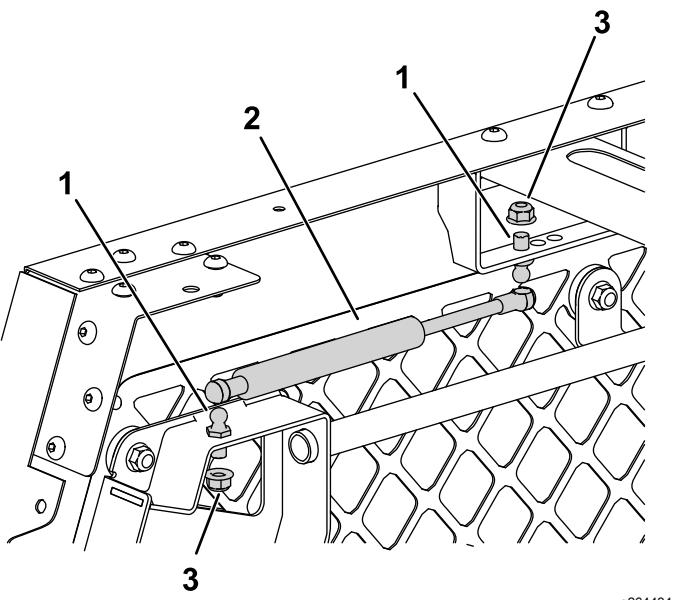

Figura 14
2. Utilize dois pinos esféricos e duas porcas flangeadas (5/16 pol.) em cada lado para prender as molas nos conjuntos da grade da porta e furos mais à frente da montagem de apoio (Figura 14).